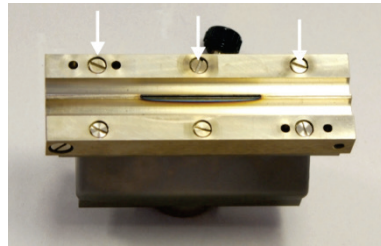

Abb. 48 Schrauben an vorderer Brennerbacke
1. Schrauben aus der vorderen Brennerbacke (Pfeile in Abb. 48) herausdrehen.